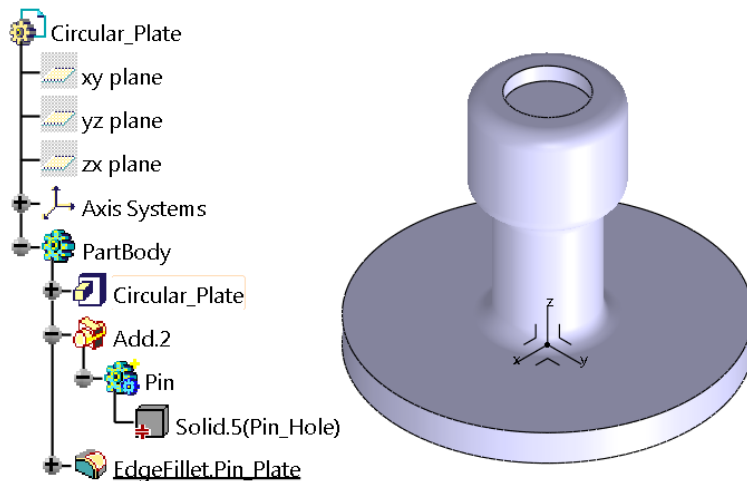

Bild 5.59 Red double bar: Der Pfad des Originalteils wird nicht gefunden.
10. Es wurde eine *Publication* (Veröffentlichung) für einen **CCP Link** verwendet und im *Pointed Document* (Originaldokument) gelöscht. Auch hier findet das *Pointing Document* (Zieldokument) logischerweise den korrekten Bezugspfad nicht mehr (Bild 5.59).